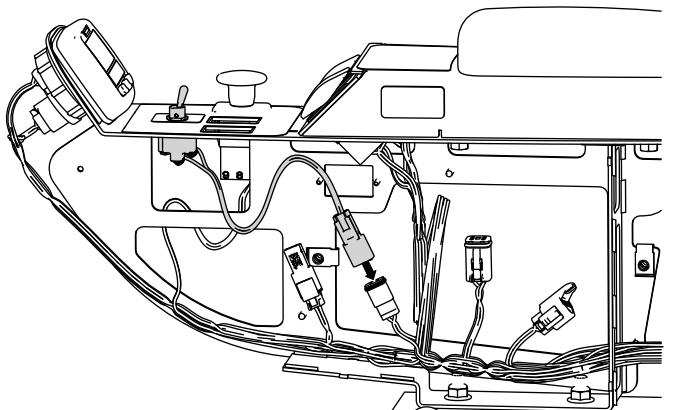

Рисунок 23
9. Подсоедините тумблерный переключатель к жгуту проводов машины, как показано на Рисунок 23.